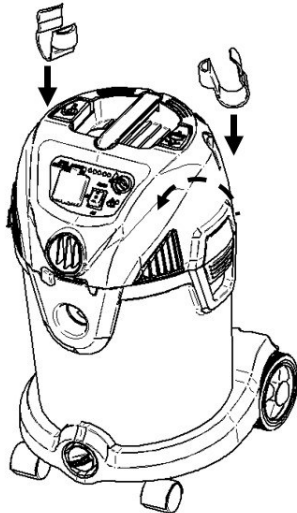

Abb. 5-4: Schlauchhalter montieren
- ➔ Montieren Sie die beiden Schlauchhalter an den dafür vorgesehenen Stellen des Saugerkopfes (Abb. 5-4)